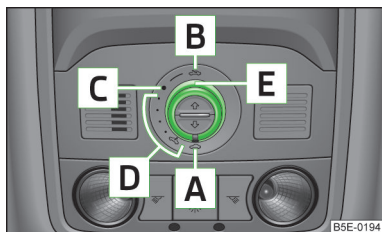
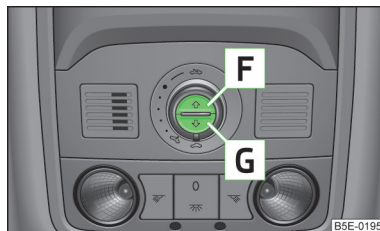

Fig. 26
Fig. 27
- Dacă bateria a fost de exemplu deconectată și apoi reconectată, se poate întâmpla ca trapa glisantă/rabatabilă să nu funcționeze. Apoi aduceți comutatorul rotativ în poziția comutatorului  » fig. 26 la pagina 54, trageți de degajare și mențineți-l înspre în jos și înspre în față. După aprox. 10 secunde trapa glisantă/rabatabilă se deschide și se închide la loc. Abia după aceea eliberați comutatorul rotativ.
- Dacă bateria a fost de exemplu deconectată și apoi reconectată, se poate întâmpla ca ruloul parasolar să nu funcționeze. Rotiți atunci butonul în poziția  » fig. 26 la pagina 54, apăsați tasta  » fig. 27 la pagina 54 și mențineți-o apăsată. După aproximativ 10 secunde ruloul parasolar se deschide și se închide la loc. Abia după aceea eliberați comutatorul rotativ.
- Rotiți comutatorul în poziția **C** » fig. 26.
Ruloul parasolar poate fi închis, respectiv deschis, prin intermediul tastelor » fig. 27.
- Pentru deschidere completă, apăsați scurt tasta **F** » fig. 27.
- Pentru închidere completă apăsați scurt tasta **G** » fig. 27.